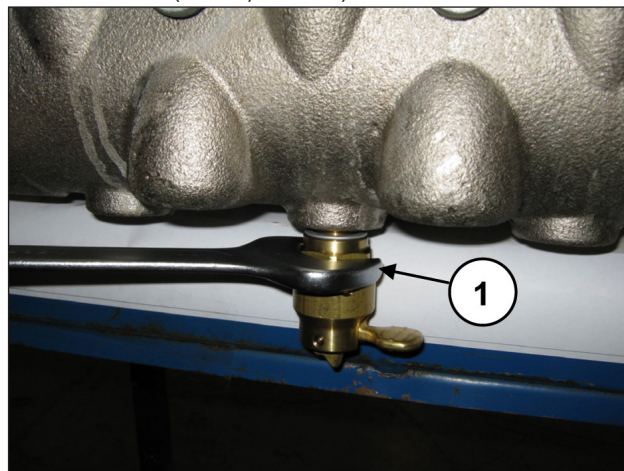

Рис. 109
Открутите устройство открывания клапанов с помощью ключа на 30 мм (поз. ①, Рис. 109).